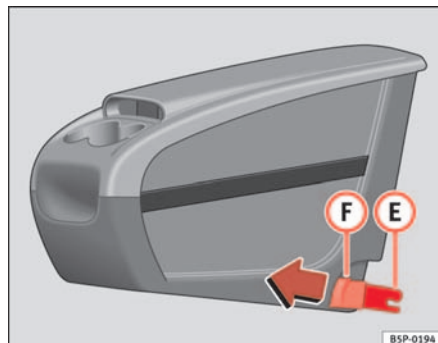
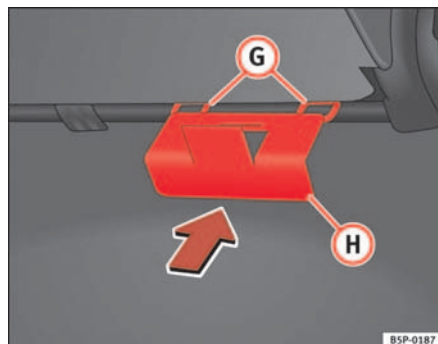

Fig. 109 Cassetto portaoggetti estraibile. Montaggio
Fig. 110 Piastra di fissaggio del cassetto portaoggetti estraibile
- Collocare dall'interno del veicolo la piastra di fissaggio **(H)** ⇒ **fig. 110** del cassetto portaoggetti estraibile, facendolo passare attraverso la parte posteriore del sedile. Deve essere collocato fra lo schienale e il piano del sedile, nella zona del posto centrale.
- Agganciare i due pezzi di fissaggio **(E)** ⇒ **fig. 109**, con i due anelli di fissaggio **(G)** ⇒ **fig. 110** e premere con forza fino a quando le due pinze si incastrano completamente con gli anelli.
- Tirare in avanti entrambi i pulsanti ⇒ **fig. 109 (F)** delle pinze (pulsanti rossi), fino a quando non si sente lo scatto.